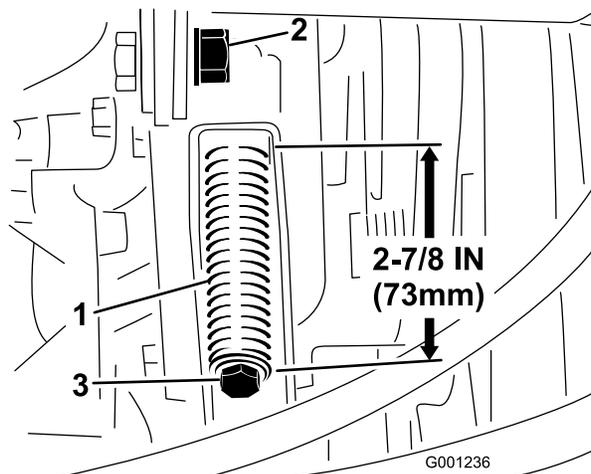

Figura 64
3. Desaperte a porca de bloqueio da barra tensora (Figura 64).
4. Utilize uma chave de porcas com uma abertura de 1/2 pol. para apertar ou desapertar a mola tensora (Figura 64). Ajuste a mola de modo a ficar com um comprimento de 73 mm.
4. Utilizando uma chave de porcas com uma abertura de 1/2 pol., desaperte até ao fim a mola tensora da correia (Figura 64).
6. Instale a nova correia da tomada de força e ajuste a tensão da mola da polia para 73 mm (Figura 64).
7. Apertar a porca de bloqueio (Figura 64) e feche o capot.